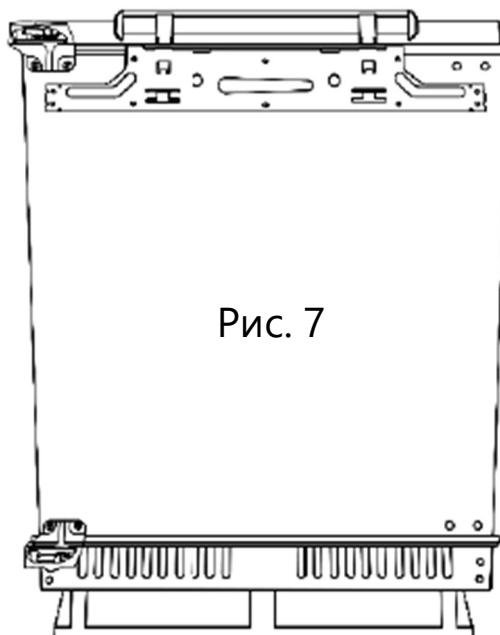

Рис. 7
**8.** Прикрепите дверь, зафиксировав внешние винты петли к двери. Необходимо выровнять дверь прибора горизонтально и вертикально, так, чтобы уплотнитель на двери плотно прижимался со всех сторон к самому прибору и окончательно закрепить рис.7.